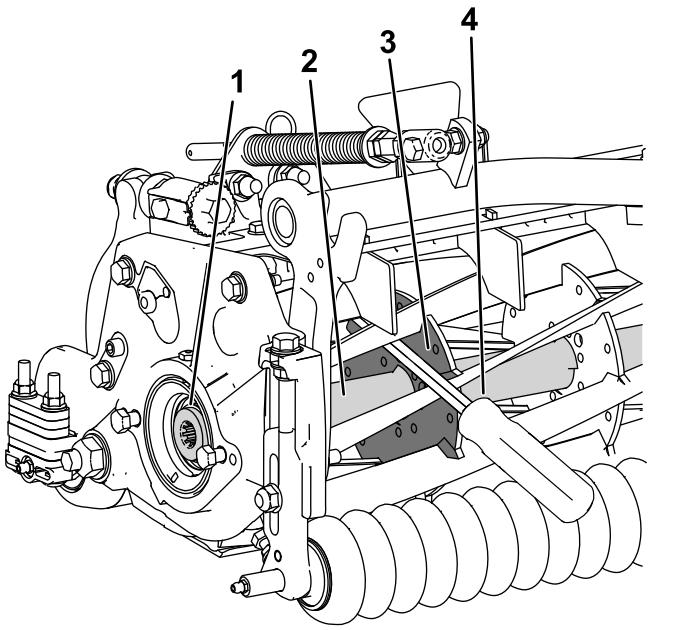

Figure 43
1. Insérez un levier à long manche ($\frac{3}{8}$ " x 12" avec manche de tournevis) à l'avant du cylindre de coupe, du côté le plus proche de l'unité de coupe que vous allez serrer (Figure 43).
2. Placez le levier contre le côté soudé du renfort interne du cylindre (Figure 43).